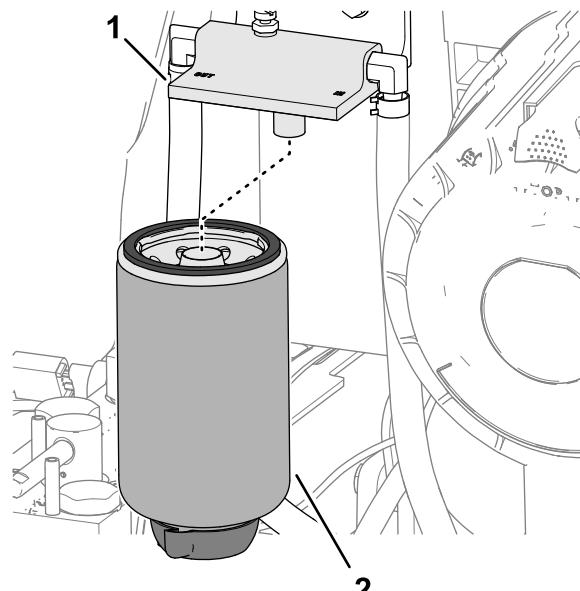

Figura 73
2. Limpie el filtro del separador de combustible/agua y la cabeza del filtro (Figura 73).